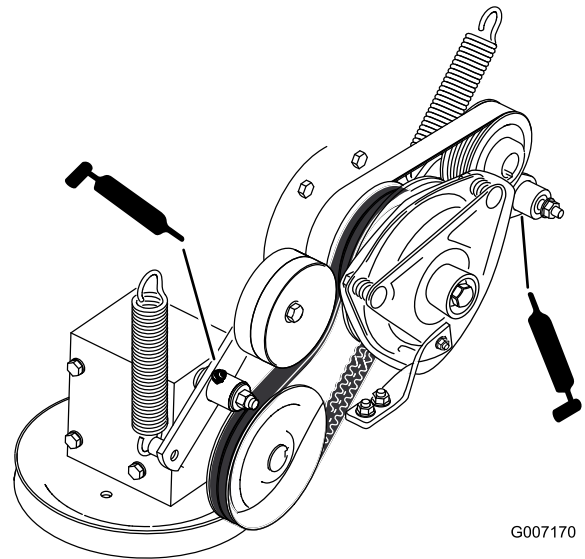

Figure 41
9. Graissez le bras de la poulie de tension de la courroie d'entraînement de PDF (Figure 41).
10. Graissez le bras de la poulie de tension de la courroie de pompe (Figure 41).